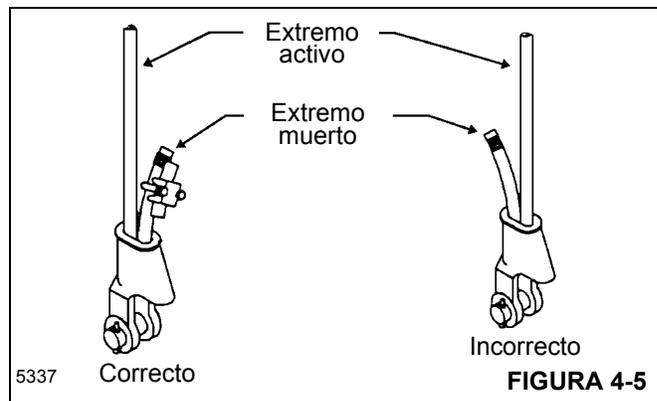

FIGURA 4-5
3. Verifique que el extremo activo de carga (Figura 4-5) del cable quede directamente en línea con las orejetas del receptáculo y con la dirección de la tracción que se aplicará al cable. Si el cable se instala de modo incorrecto en el receptáculo, se producirá un doblez en el punto que el cable sale del receptáculo, y el borde del receptáculo desgastará el cable, causándole daños y la falla eventual del mismo.